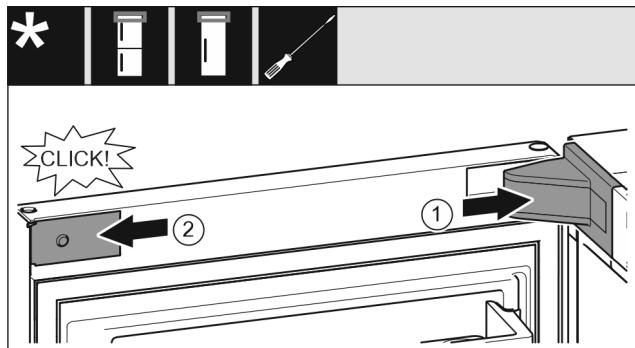

Fig. 18
- Встановіть та зафіксуйте кришку опорного кронштейна, у разі необхідності – обережно розтисніть. Fig. 18 (1)
- Встановіть збоку і зафіксуйте накладку. Fig. 18 (2)